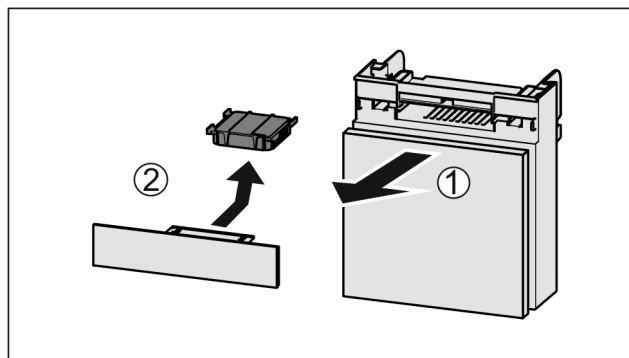

Fig. 114
- Издърпайте Fig. 114 (1) напред отделението.
- Извадете Fig. 114 (2) филтърът с активен въглен.